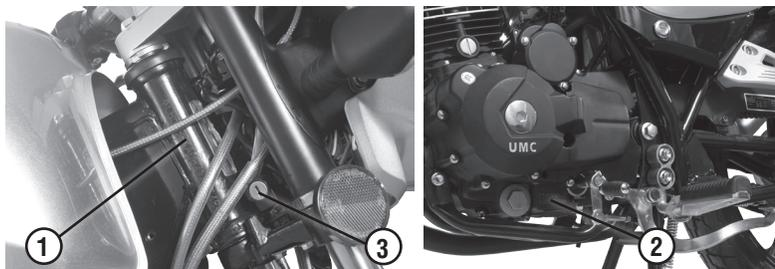

Рис. 1 Расположение номеров двигателя и рамы
2. Соответствие номеров рамы (рис. 1, поз. 1) и двигателя (рис. 1, поз. 2) на мотоцикле с занесенными в раздел 6 (информация об изделии) «Сервисной
Замок блокировки рулевого управления (рис.1. поз.3, рис.3. поз.1). Чтобы заблокировать рулевое управление, поверните руль до упора влево, вставьте ключ в замочную скважину, поверните ключ на 180 градусов по часовой стрелке и выньте его. Чтобы разблокировать рулевое управление, проделайте операцию в обратном порядке.